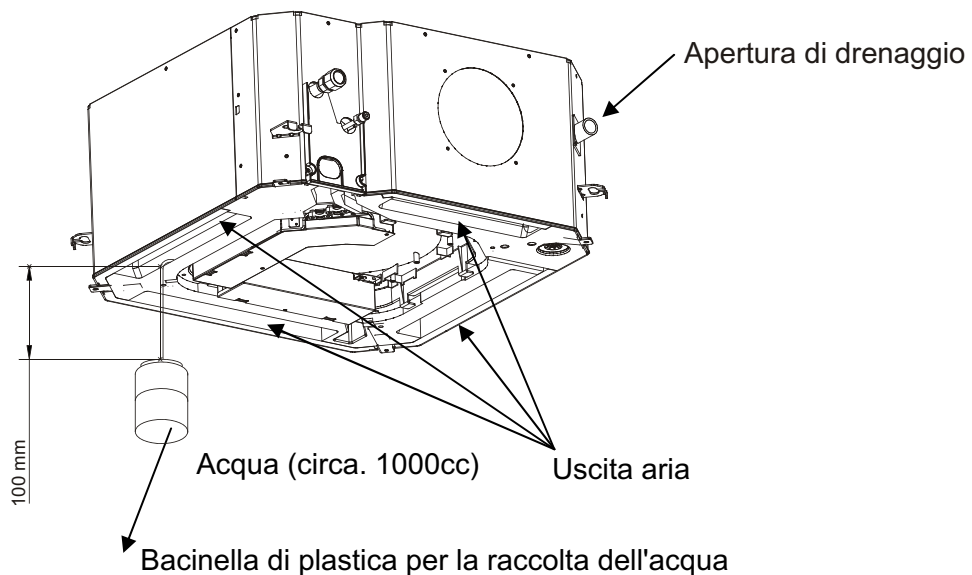

Fig.14
3. Versare lentamente circa 1.000 cc d'acqua nella bacinella di drenaggio (Fig.14).